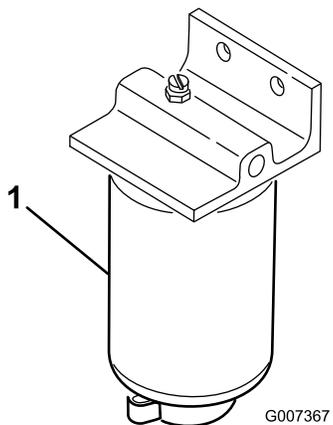

図 52
水セパレータ 図 52 の水抜きは毎日おこなって異物を除去してください。
2. フィルタ容器 図 52 下部のドレンプラグをゆるめて水や異物を流し出す。